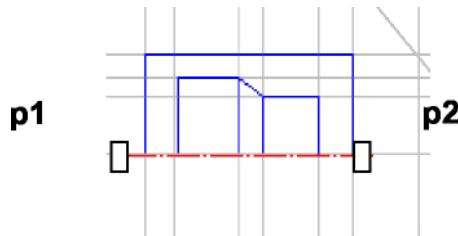

Рис. 1.22. - Построение симметричного изображения
5) указать последовательно первую точку **p1**, а затем вторую **p2** принадлежащих оси симметрии (рис. 1.22). Для завершения построений нажмите кнопку  в Панели свойств